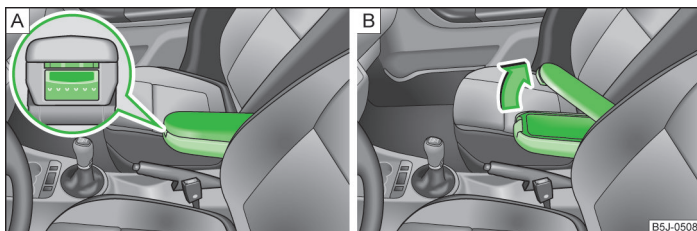

Abb. 70 Armlehne: Ablagefach / Ablagefach öffnen
- Die untere Taste an der Stirnseite der Armlehne drücken » Abb. 70 - A.
- Die obere Taste drücken und den Deckel des Ablagefachs nach oben klappen » Abb. 70 - B.